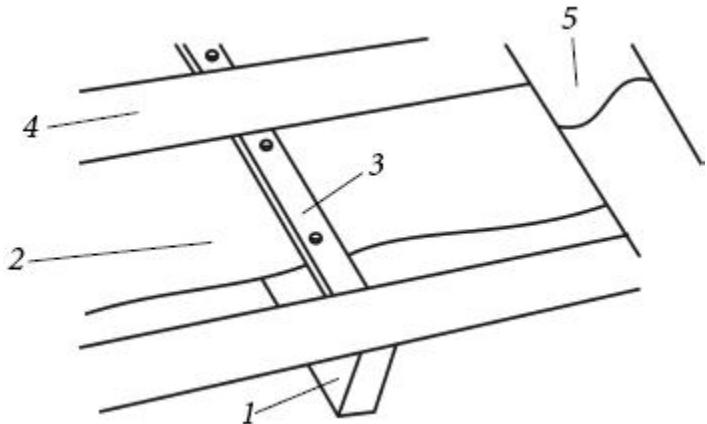

Рис. 49. Устройство
1. Поверх стропил укладывают слой гидроизоляции (внахлест с изоляцией стыков строительным скотчем), затем рейки контробрешетки. По ней прибивают обрешетку, перпендикулярную стропилам, с шагом, соответствующим размеру листов металлической кровли. В зависимости от выбранной схемы теплоизоляции стропильной конструкции, порядок перечисленных слоев может быть несколько иным, но листы металлической кровли в любом случае укладываются по обрешетке с оставленным под ними вентиляционным зазором (рис. 49).